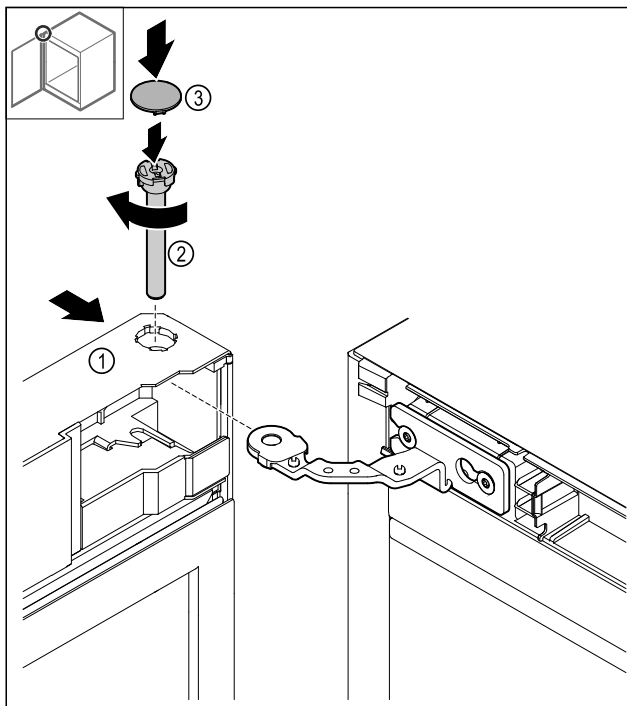

Fig. 47
- Nasunąć drzwi Fig. 47 (1) u góry na zawias.
- Włożyć sworzeń Fig. 47 (2) i dokręcić zgodnie z ruchem wskazówek zegara.
- Założyć osłonę Fig. 47 (4).